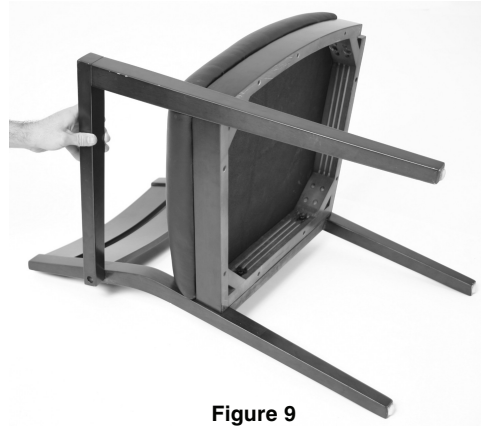

Figure 9
- NE PAS visser l'assise sur son cadre à ce point. Les cadres d'accoudoir droit (D) et gauche (E) doivent être montés d'abord.**
6. Assemble the right arm frame (D) to the right side of the chair assembly by aligning the holes on the right arm frame (D) with the holes on the seat frame (B) and the back frame (A), as shown in figure 9.
6. Monter le cadre d'accoudoir droit (D) du côté droit de la chaise en centrant les trous du cadre d'accoudoir (D) et ceux du cadre d'assise (B) et ceux du cadre de dossier (A), comme illustré à la figure 9.